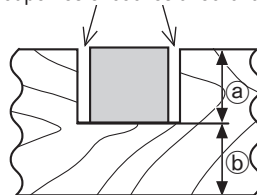

Fig. 52
Les encoches dans les pièces se découpent comme indiqué à la Fig. 52 en réglant le boulon de réglage de la profondeur de 6 mm.
- (2) Régler la profondeur de coupe voulue en réglant la distance entre la lame et la surface du plaque tournante (voir **b**) à la Fig. 52).